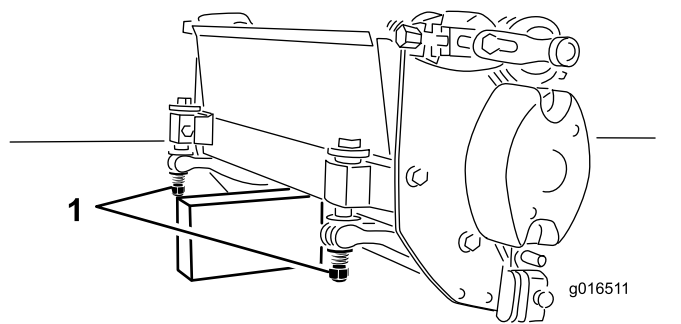

図 18
**注** ユニットの背面についているベッドバー調整ボルトのナットが床に当たっていないことを確認する。 図 18。
ベッドナイフやリールを見るためにカッティングユニットを立てる場合には、ベッドバー調整ボルトのナットが床面に接触しないように、カッティングユニットの後ろ側をスタンドなどで支えてください 図 18。